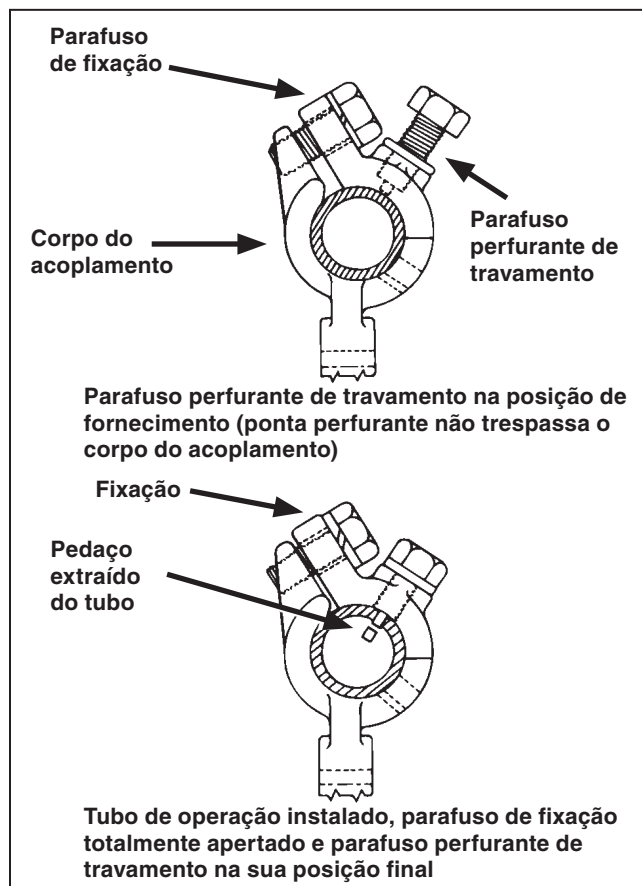

Figura 11. Instalação dos acoplamentos dos tubos com parafusos perfurantes de travamento.
**PASSO 8.** O tubo de operação interfases, o tubo vertical de operação e a alavanca rotativa de operação usam parafusos perfurantes de travamento (*piercing set screws*) para obtenção de fixação segura entre os acoplamentos e os tubos de operação. Ver Figura 11. Antes de instalar as seções dos tubos interfases, verifique se a ponta cortante de cada parafuso perfurante de travamento não trespassa o corpo do acoplamento.